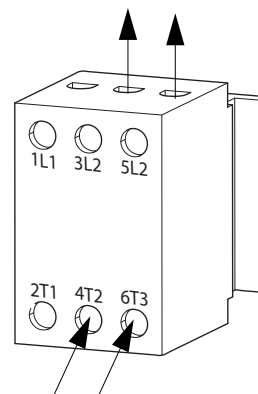

ABB. 9: Trennschalter-Klemmenblock
4. Das Erdungskabel am Erdungsbolzen im Inneren der Anschlussdose (K).
5. Siehe ABB. 9 und die Drähte vom Netzkabel in den Klemmen 4T2 und 6T3 am Trennschalter-Klemmenblock anschließen.